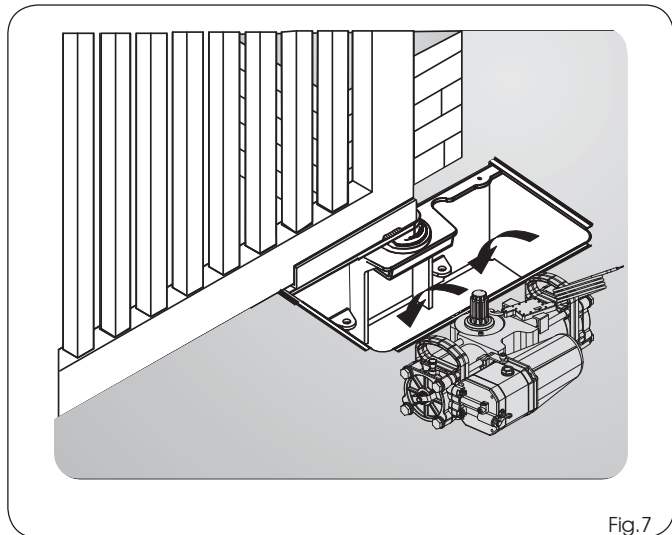
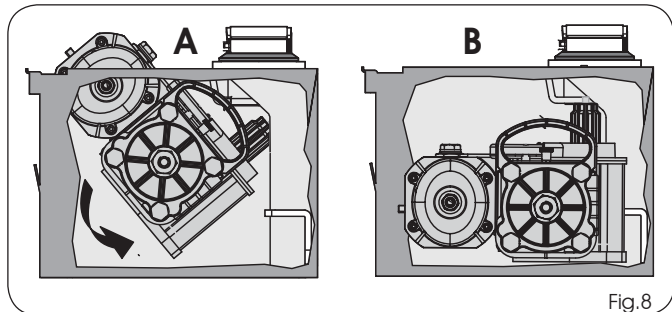

Fig.7
Fig.8
8) Introduire l'opérateur à l'aide des poignées spécifiques dans le caisson portant figure 7 et le positionner comme d'après la figure 8 A, B.